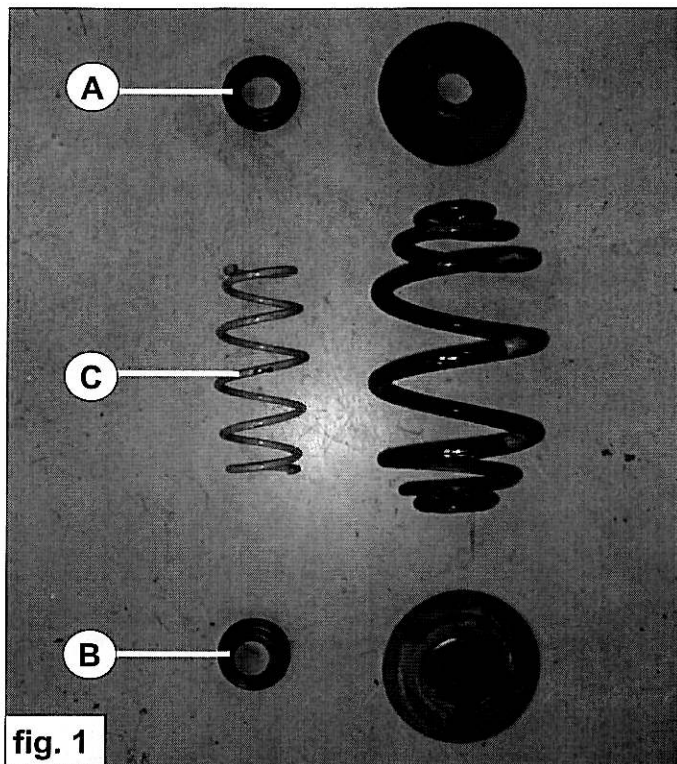

fig. 1
2. Stellen Sie die Hilfsfeder **C** in der Hauptfeder durch die Windungen der Hauptfeder. Siehe Fig.1.